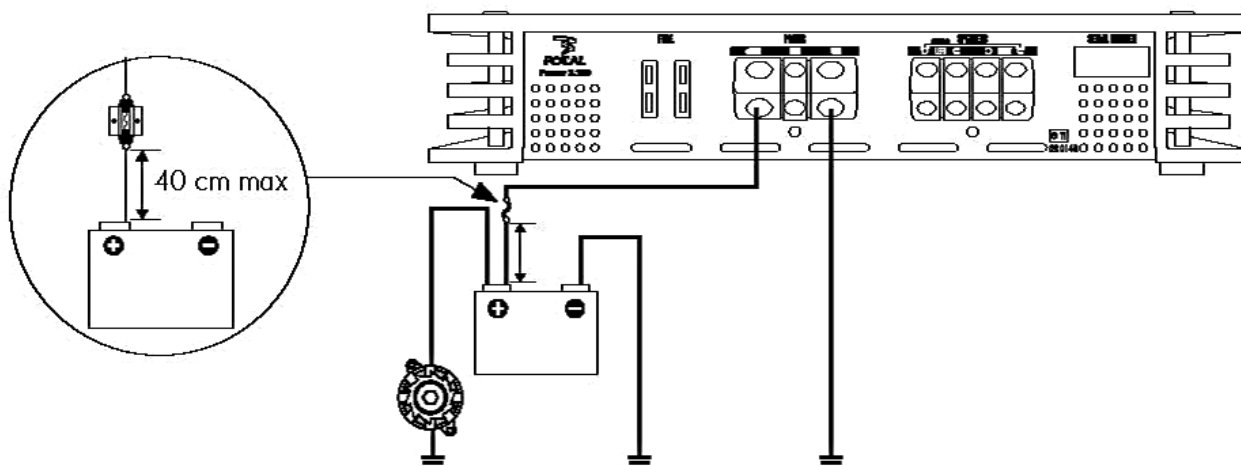

fig. 7
- 9 - Toujours protéger la batterie et le circuit électrique de dommages potentiels à l'aide de fusibles. Installer un porte-fusible et un fusible appropriés sur le câble d'alimentation 12 V positif (+) à moins de 40 cm de la borne de la batterie. Idéalement, cette distance doit être la plus courte possible (fig. 7).
3.7.1 - La phase d'installation du porte-fusible dédié à sécuriser l'installation peut maintenant débuter. Le porte-fusible doit être relié de part et d'autre du câble d'alimentation positif (+). Il doit être situé proche de la batterie {10 à 40 cm (fig. 7)}. Démontez le porte-fusible en prenant soin d'ôter le fusible. Fixer le socle du porte-fusible. Couper le câble d'alimentation rouge entre 10 et 40 cm (maximum) de la batterie (fig. 7). Garder la chute de câble qui servira pour relier l'autre extrémité du porte-fusible à la borne positive (+) de la batterie du véhicule. Dénuder 1 cm (fig. 3), puis étamer. Visser le câble dans le bornier du porte-fusible. Récupérer la chute de câble restante. Dénuder 1 cm (fig. 3), puis étamer. Visser le câble dans l'autre bornier du porte-fusible.